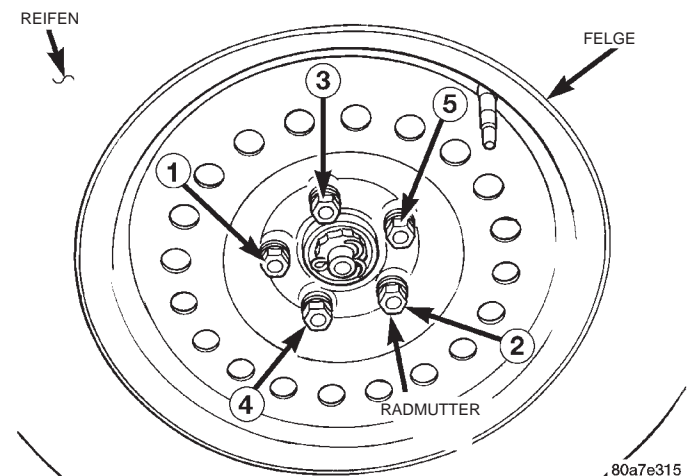

Abb. 15 Reihenfolge beim Festziehen der Radmuttern
(1) Bei der Montage das Rad zunächst auf den Radbolzen und an der Anlagefläche der Nabe ansetzen; der Nabenzapfen dient dabei als Führung. Dann die Radmutter ansetzen und **von Hand** in der angegebenen Reihenfolge festziehen (Abb. 15).
(2) Die fünf Radmutter schrittweise in der angegebenen Reihenfolge mit der Hälfte des vorgeschriebenen Anzugsmomentes festziehen (Abb. 15). Dann die Radmutter in der angegebenen Reihenfolge mit einem Anzugsmoment von 135 N·m (100 ft. lbs.) festziehen.